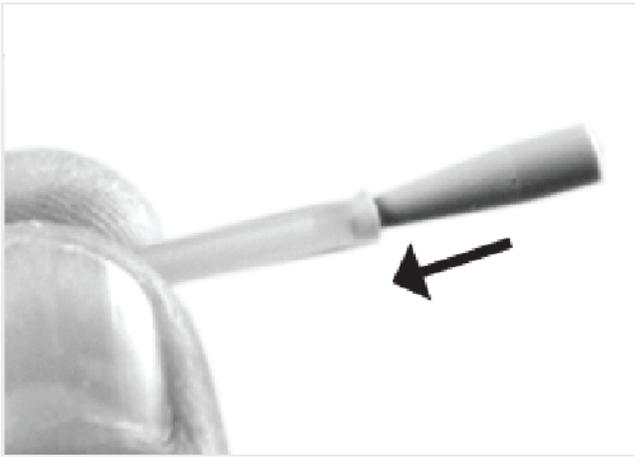
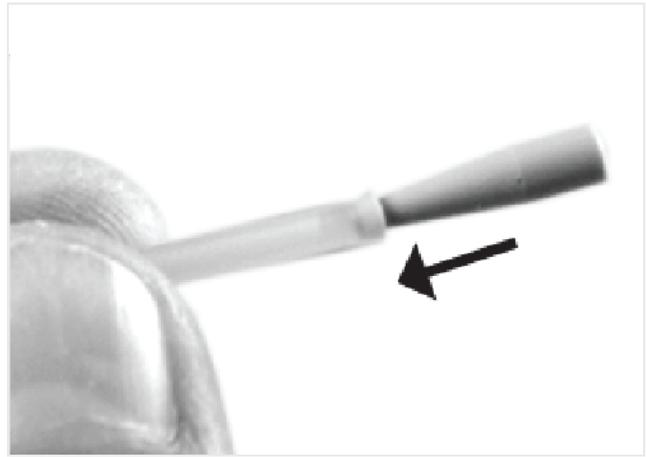

FIG. 6
FIG. 7
1. A peça cônica fornecida pode ser útil para ligar o tubo de arrefecimento ao tubo da unidade(FIG. 6 e FIG. 7).